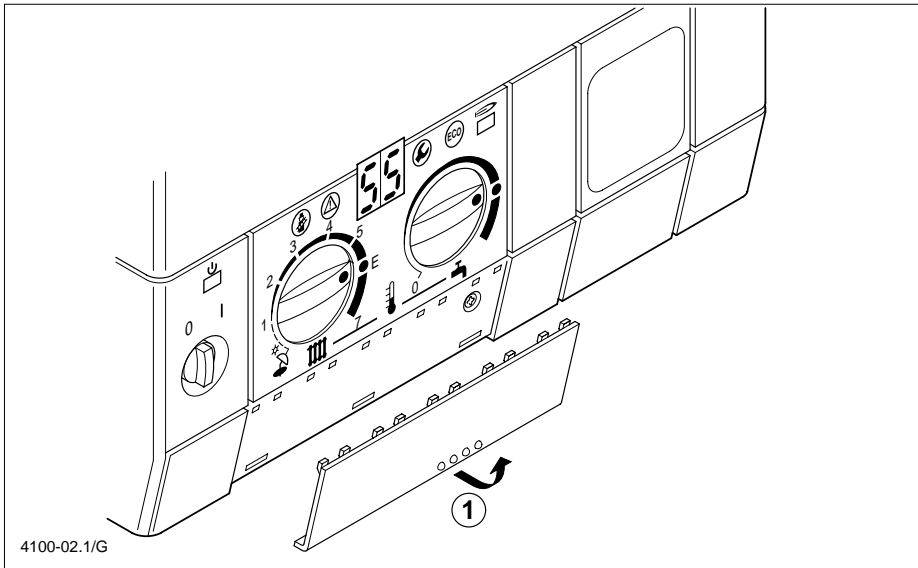

Bild 2: Blende (1) unten herausziehen und abnehmen.
- Blende (1) einklipsen (Bild 2).